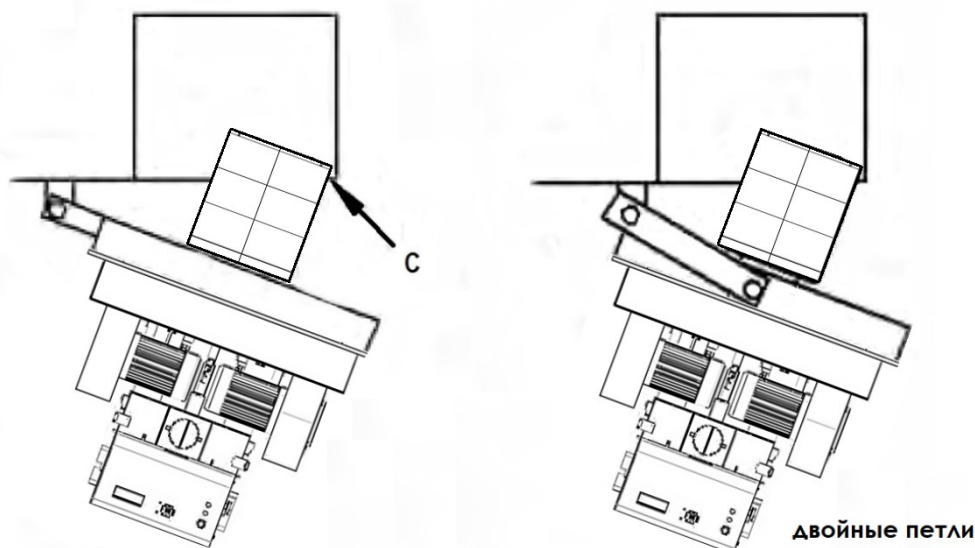

Рис. 6. Положение петель и растрвор дверцы котла
- Пеллетные горелки нуждаются в регулярной чистке, поэтому конструкция котла должна позволять легко открывать дверь котла, не снимая горелку. Минимальный размер проема в двери котла зависит от положения дверных петель. На рисунке 6 слева показана ситуация невозможности открытия двери (точка С является критической точкой). Для того чтобы ширина двери была минимальной, а дверца котла открывалась, необходимо установить дополнительные двойные петли (рис. 6 справа). Такие петли позволяют горелку выдвинуть вперед. Поскольку двойные петли добавляют еще одну степень свободы перемещения, дверь должна быть закреплена с обеих сторон.